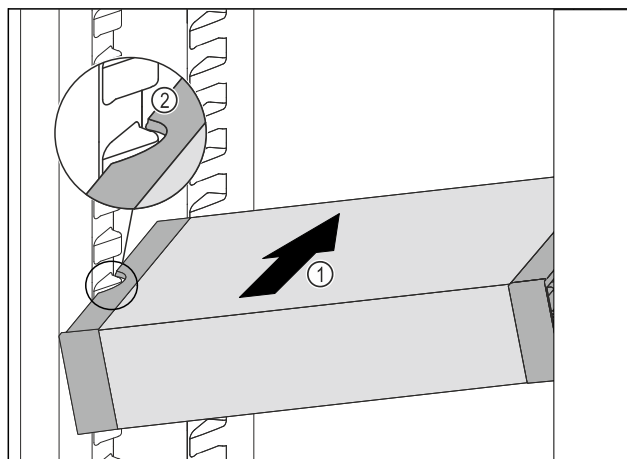

Fig. 94
- ▶ VarioSafe wsunąć ukośnie do chłodziarki Fig. 94 (1), aż boczne wycięcia Fig. 94 (2) VarioSafe będą się znajdować na wysokości żeber pojemnika w chłodziarce.